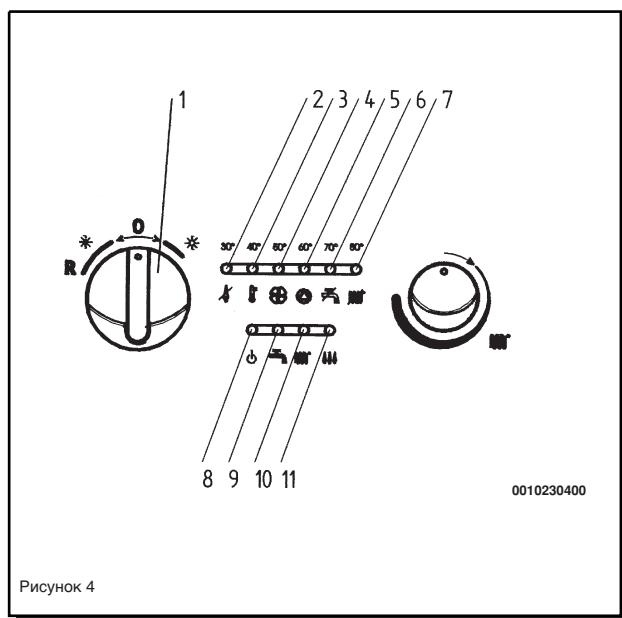

Рисунок 4
Внимание: При первом включении, пока из газовых труб, не выйдет воздух, может не зажечься горелка с соответствующей блокировкой бойлера. В этом случае рекомендуется повторить операцию до тех пор, пока газ не дойдет до горелки, временно установив переключатель (1) в положение (см. также рисунок 4).